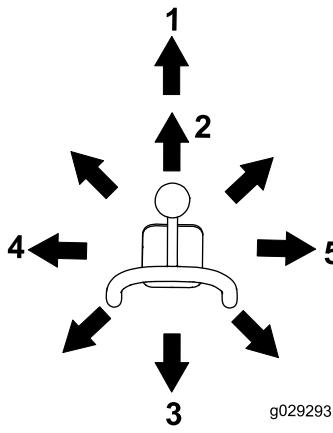

Figure 11
- Pour incliner l'accessoire en avant, déplacez lentement le levier vers la droite (Figure 11).
- Pour incliner l'accessoire en arrière, déplacez lentement le levier vers la gauche (Figure 11).
- Pour abaisser les bras de chargeuse, poussez lentement le levier en avant (Figure 11).
- Pour éléver les bras de chargeuse, tirez lentement le levier en arrière (Figure 11).
- Pour abaisser les bras de la chargeuse à une position de verrouillage (flottement), poussez le levier complètement en avant (Figure 11).